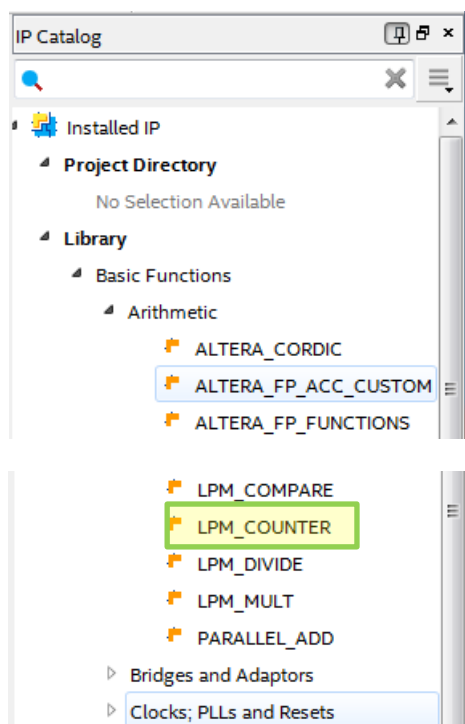

Рис. 4 Окно **IP Catalog**
2.1. В окне **IP Catalog** в разделе **Library->Basic Functions->Arithmetic** выберите мегафункцию **LPM_COUNTER** (рис. 4) и нажмите кнопку «+ADD»,